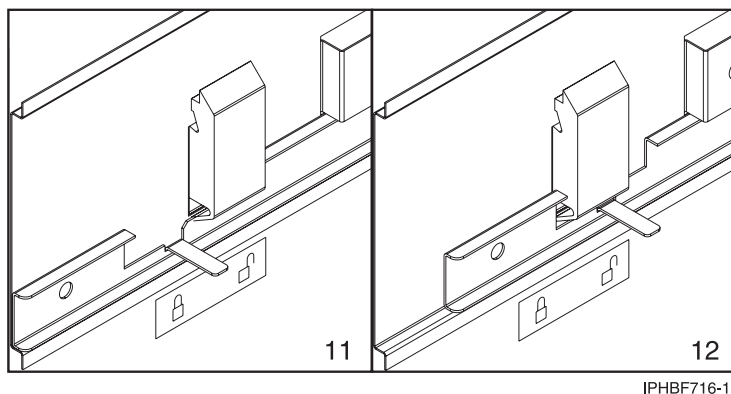

Figure 56. Positionnement de l'autocollant Verrouillé/Déverrouillé sur le panneau
- e. Mettez un autocollant Verrouillé/Déverrouillé sur la partie intérieure du panneau afin que le taquet se trouve sur le symbole Verrouillé lorsque la glissière est en position de verrouillage (11) (voir la figure 56, à la page 75) et sur le symbole Déverrouillé (12), lorsque la glissière est déverrouillée.